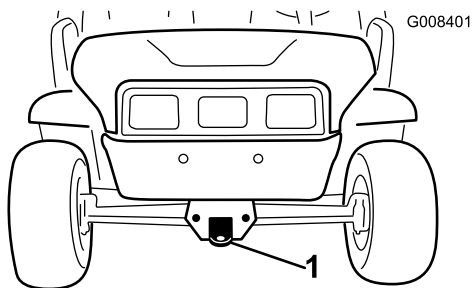
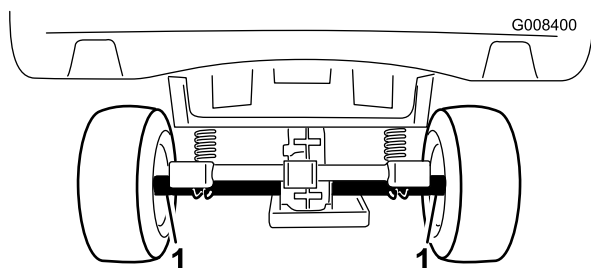

Figura 23
Figura 24
Utilice un remolque para mover la máquina a gran distancia. Asegúrese de que la máquina está firmemente amarrada al remolque. Consulte en Figura 24 y Figura 23 la ubicación de los puntos de amarre de la máquina.
2. Conecte un cable de remolque al punto de remolque, en la parte delantera del bastidor de la máquina (Figura 23).